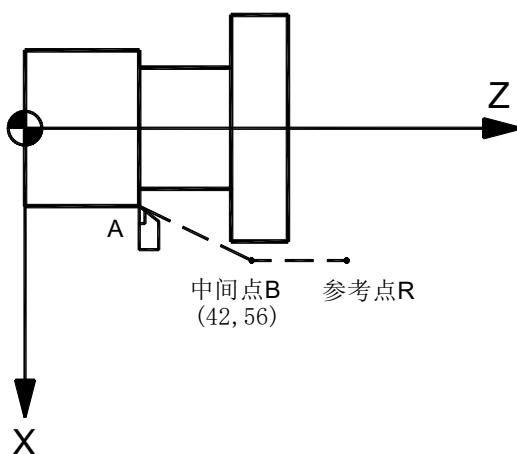

图 2-11
- (1) 通过**系统参数 0302**开放各轴回零功能;
- (2) 以快速回零速度由**系统参数 0311**设定从当前位置定位到指令轴的中间点位置 (A 点—B 点), 如图 2-11;
- (3) 执行回机械零点动作 (B 点—R 点);
- (4) 回零动作执行完成后, NC 会清除 G50 和机床清除操作产生的坐标偏置;